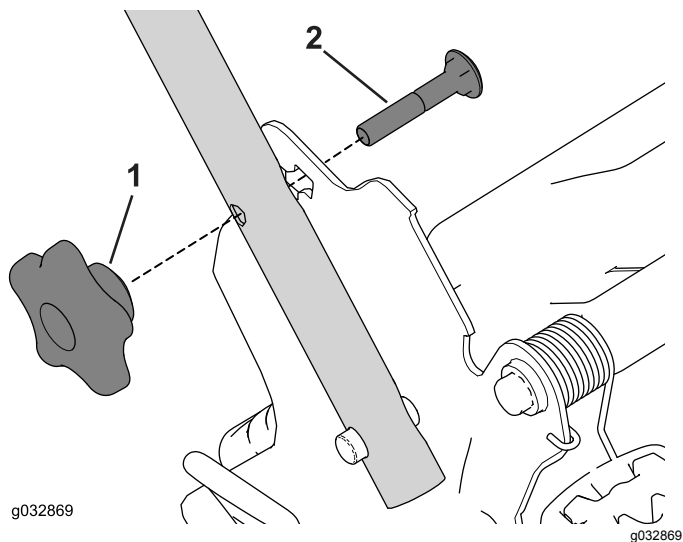

Рисунок 20
1. Снимите и сохраните две ручки и два каретных болта с кронштейнов рукоятки (Рисунок 20).